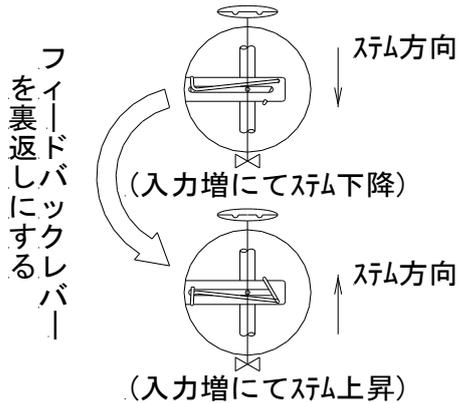

図9 フィードバックレバーの使用位置
- (1) 入力信号50%の時バルブシステムとレバーが直角になるように（入力信号50%を基準に振り分けになるように）取付けてください。
- (2) 振れ角が10°～30°の範囲になるように取付けてください。
- (3) 図9に示しますように入力電流増の時バルブシステムが下方向へ動く場合は（正作動）ガタ取スプリングが連結金具の上側になるように取付けてください。バルブシステムが上方向へ動く場合は（逆作動）フィードバックレバーを裏返しにしてガタ取スプリングが連結金具の下側になるように取付けてください。